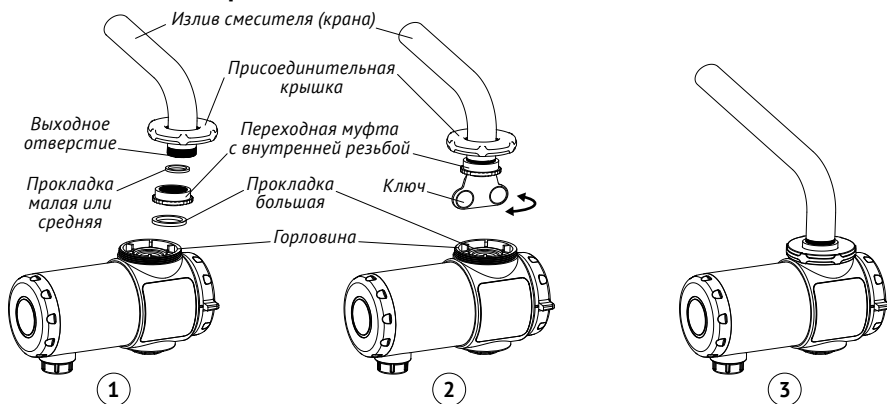
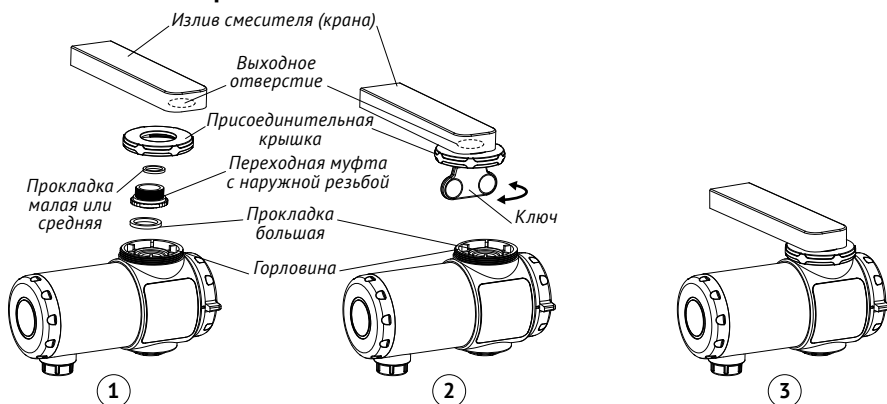

Рис. 5
Рис. 6
В зависимости от конструкции излива (с сетчатым аэратором или без), а также способа соединения аэратора (наружная резьба или внутренняя), возможны три способа установки крана-водонагревателя (см. рис. 5, 6, 7).
- В зависимости от расположения резьбы на выходном отверстии излива (внутри или снаружи), поднесите присоединительную крышку кран к отверстию излива (рис. 6) или наденьте её непосредственно на излив (рис. 5). Используя подходящую по размеру прокладку (малую или среднюю) установите переходную муфту на выходном отверстии излива. Установите лопатку ключа в прорези на тыльной стороне муфты и вращая ключ по часовой стрелке закрепите муфту (с крышкой) на изливе.